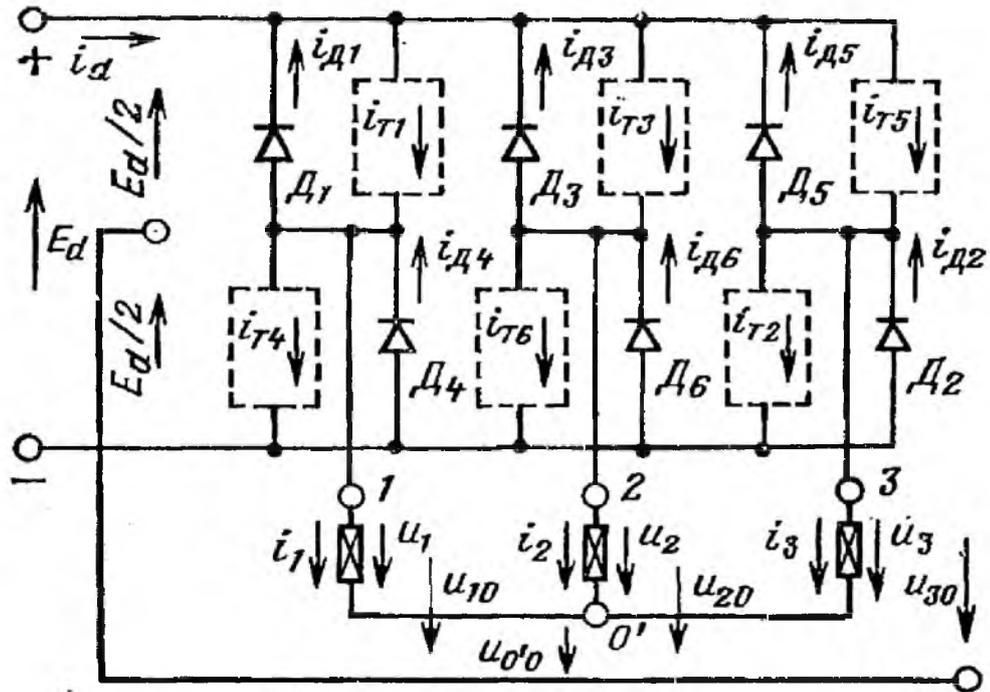

Рис. 13. Схема идеального трехфазного инвертора
17. В схеме идеального трехфазного инвертора, показанной на рис. 13, тиристоры заменены диодами и ключами, соединенными последовательно. Построить кривые фазных напряжений на нагрузке, токов вентилях и источника питания и вычислить средние значения токов вентилях, если  $E_d = 10$  В,  $f = 100$  Гц и а) нагрузка чисто активная,  $R_1 = R_2 = R_3 = R = 1$  Ом, б) нагрузка чисто индуктивная,  $L_1 = L_2 = L_3 = L = 1$  мГн. Каждый ключ включается на один полупериод.